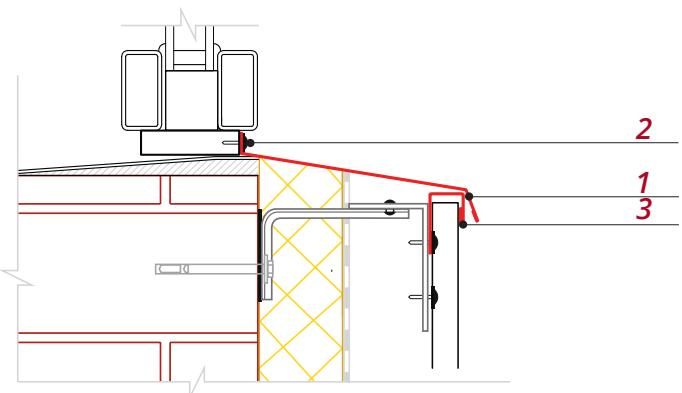

Рис. 20
■ Установите П-образную планку **3** по всей ширине оконного проема, как показано на рис. 20.
- Панель должна войти в пазы Околооконных планок и J-профиля под отливом наполовину их глубины (рис. 20).